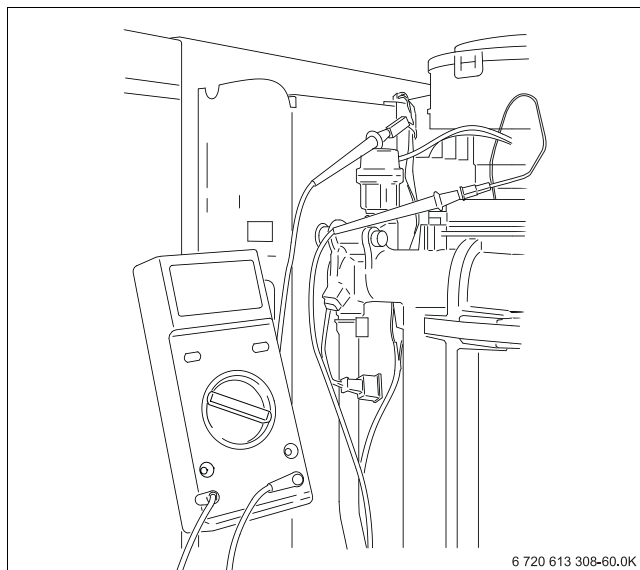

Bild 68 Ionisationsstrom messen
- Steckverbindung der Ionisationselektrode lösen und Messgerät in Reihe anschließen (→ Bild 68). Am Messgerät den μA -Gleichstrombereich wählen. Das Messgerät muss eine Auflösung von mind. $1 \mu\text{A}$ haben.